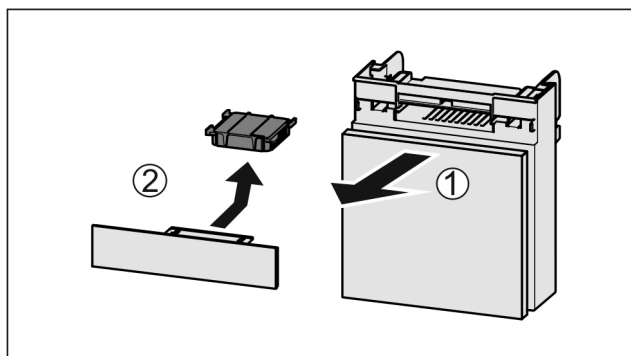

Fig. 147
- Tõmmake Fig. 147 (1) laegas ettepoole välja.
- Võtke Fig. 147 (2) aktiivsõefilter välja.